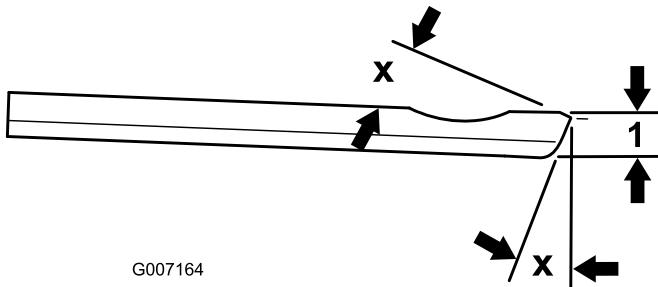

Bild 19
**Hinweis:** Als Schleifwinkel für das Untermesser oben und vorne werden 3 bis 7 Grad empfohlen (Bild 19).